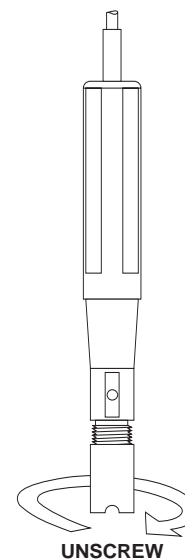

fig. 2
- Dévisser le capuchon de la membrane dans le sens des aiguilles d'une montre (voir fig.2).